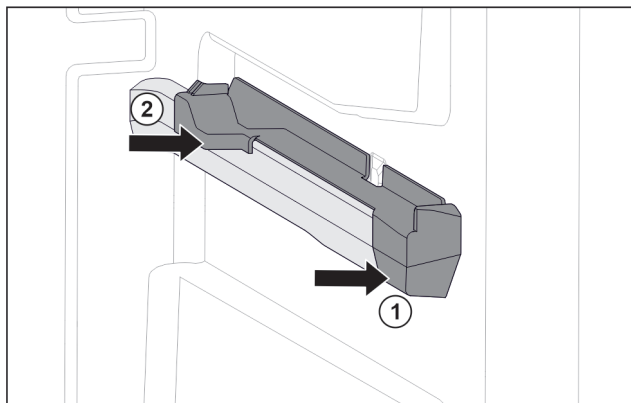

Fig. 40 Násuvný diel na pravom rebre nádoby
- ▶ Nasadte násuvný diel vpredu na rebro nádoby. Fig. 40 (1)
- ▶ Prítlačte násuvný diel vzadu. Fig. 40 (2)